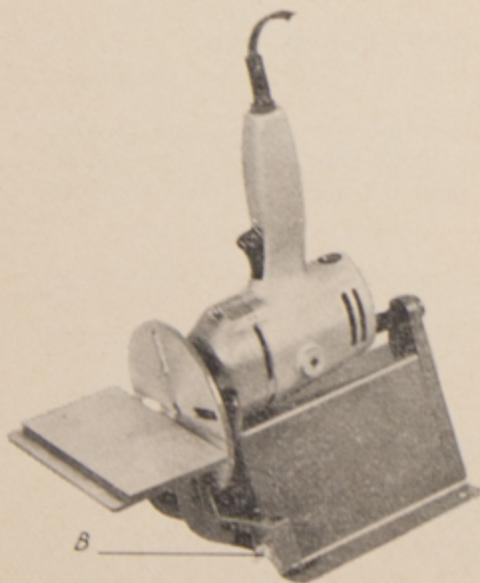

Fig. 2
- 3° Descendre l'ensemble jusqu'à ce que les plaquettes emboîtent bien ces bords rabattus et après que le montage cône sur cône maintienne déjà l'ensemble (fig. 2)
- 4° Serrer les deux vis papillons (B).